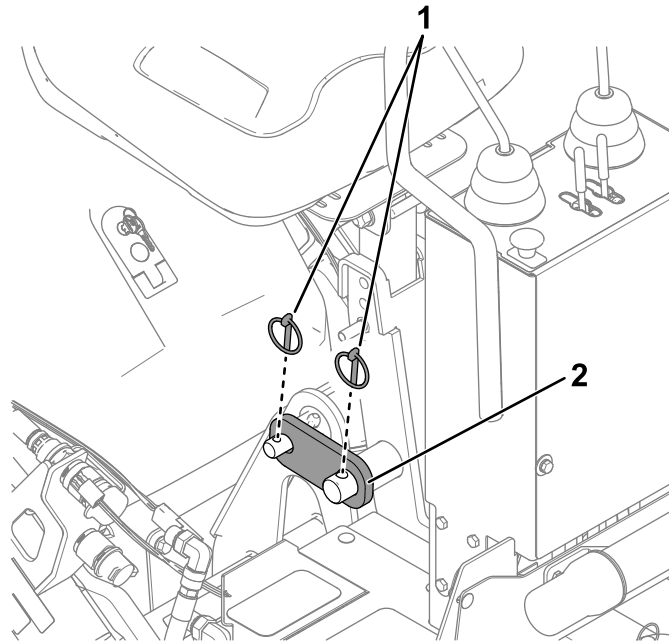

Figura 10
3. Instale un eslabón de amarre, tal y como se muestra en la Figura 10. Fije el eslabón de amarre con 2 bloqueos de pasador.